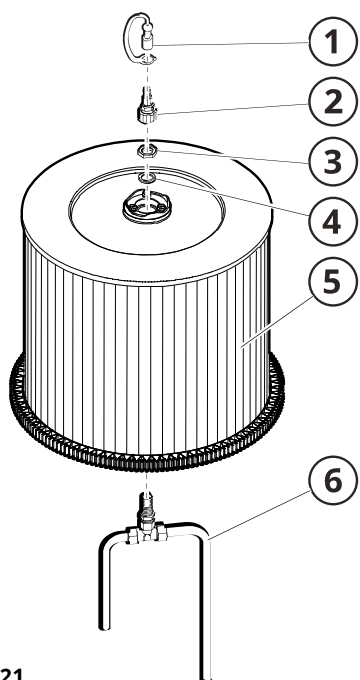
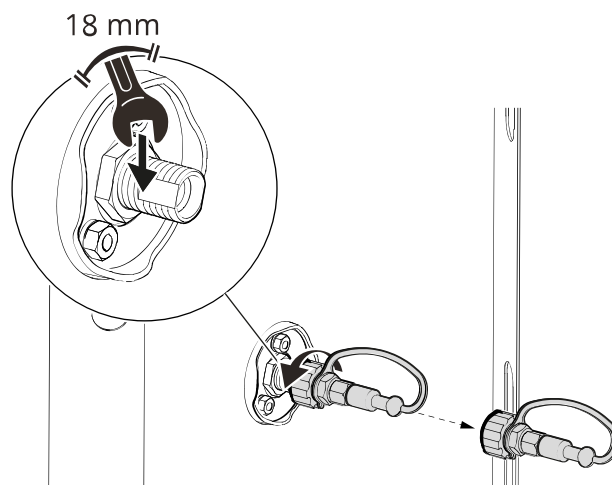
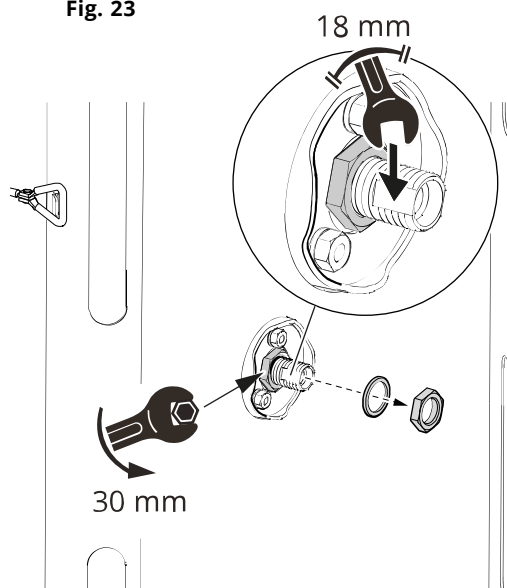

Fig. 21
Fig. 23
Fig. 24
2. Den Einstecknippel (2, Fig. 21), die Mutter (3) und die Distanzscheibe (4) von der Düse (6) lösen. Vorgehensweise siehe Fig. 23 und Fig. 24.
1. Düse (6, **Fig. 21**), Distanzscheibe (4), Mutter (3) und Einstecknippel (2) an der neuen Filterpatrone montieren.